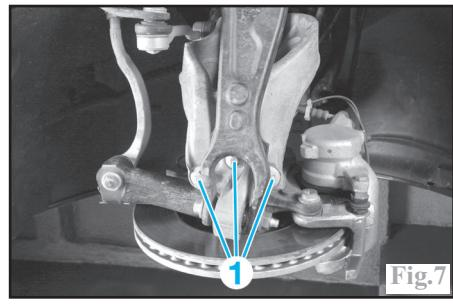

Fig.7
Tirer le pivot et son support afin de déposer les trois vis (1) (Fig.7).